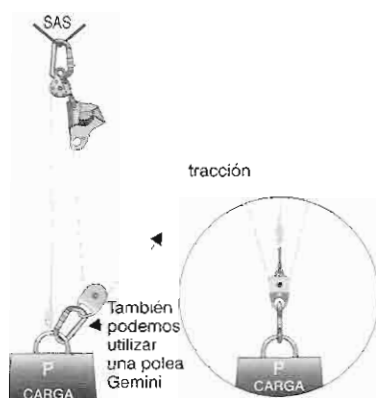

Figura 149
- Una regla sencilla para calcular la ventaja mecánica que nos proporciona un sistema, es contando en paralelo las cuerdas que soportan la carga. En la figura 149 tenemos tres cuerdas por lo que es un polipasto 3:1, y así sucesivamente. Esta regla no funciona con los polipastos compuestos.